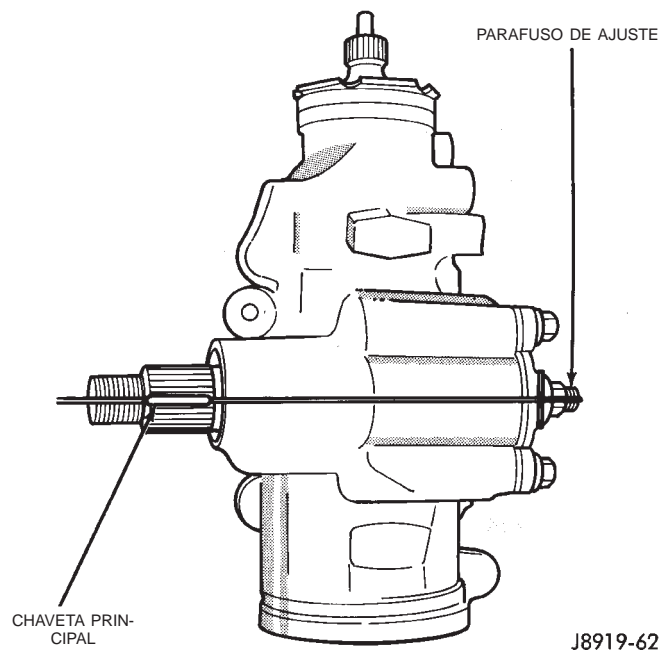

Fig. 28 Engrenagem da Direção Centrado
(2) A partir de um batente, vire o eixo curto de volta na 1/2 do número de voltas totais. Este é o centro de trabalho do mecanismo (Fig. 28).